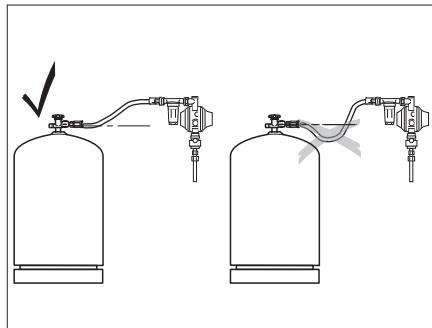

Fig. 249 Posa del tubo flessibile ad alta pressione
- ▷ Durante la posa del tubo flessibile ad alta pressione, assicurarsi che il tubo sia sempre in salita (Fig. 249).